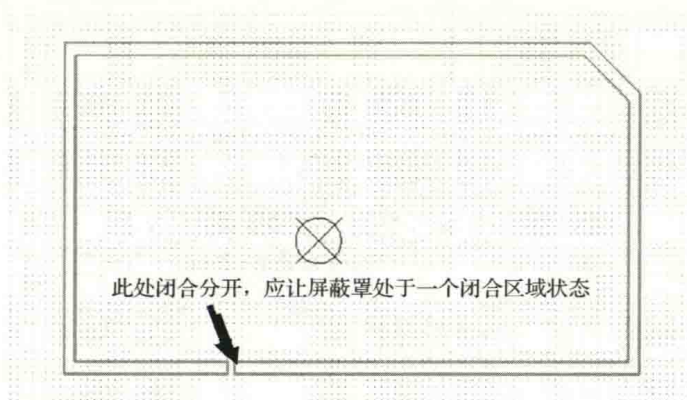

图 5-46 屏蔽罩 2D 元素
(1) 新建一个空白的 PCB 元件，在 Mechanical 层中绘制一个拥有闭合区域的屏蔽罩，一定要是闭合的，否则无法创建，如图 5-46 所示。